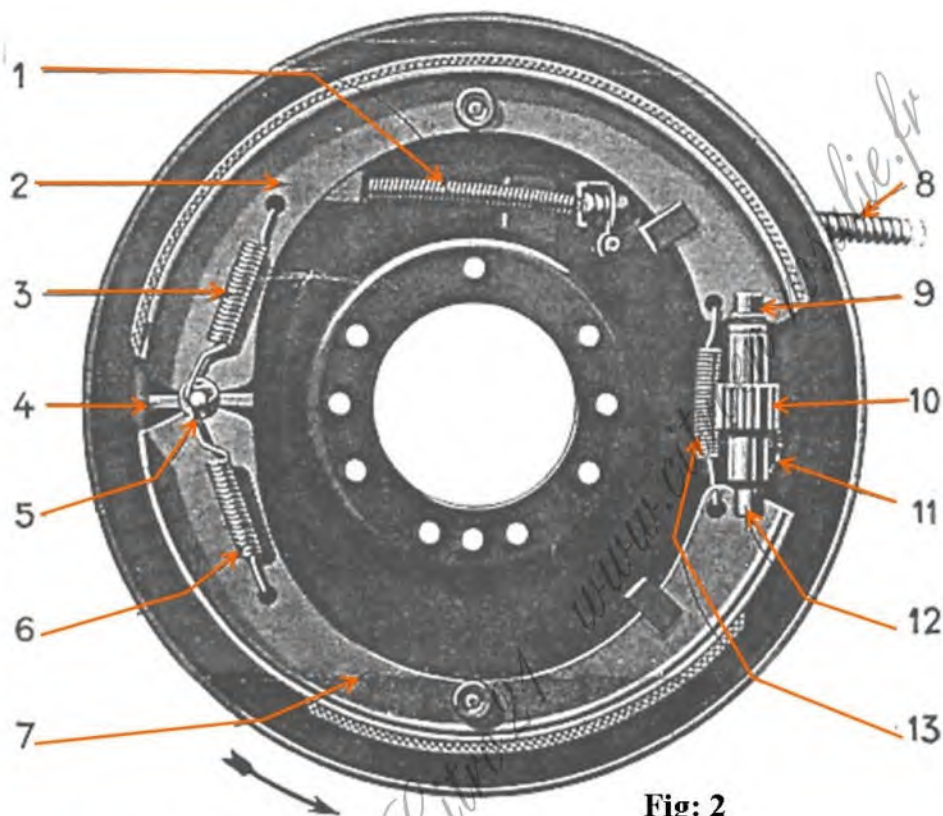

Fig: 2
- * Levier de commande N°4 fig:2 page 2
- * Vis de réglage N°9 et N°12 fig:2 page 2
- * Graissage très léger des points de friction des mâchoires sur plateau et levier de commande N°4 fig:2 page 2
Des ressorts N°3 et N°6 et des mâchoires N°2 et N°7 fig:2 page 2 **C'est très important**
Segment primaire (en bas) garniture courte (repère 7 fig 2 page 2)
Segment secondaire (en haut) garniture longue (repère 2 fig 2 page 2)
Ressort puissant (en haut) modèle 1933 (repère 3 fig 2 page 2)
Ressort faible (en bas) modèle 1933 (repère 6 fig 2 page 2)
Ensemble écrou et vis de réglage, repérer le haut et le bas puisque filetage à gauche (repère 9 fig 2 repère 11 fig 1) filetage à droite (repère 12 fig 2 15 fig 1)